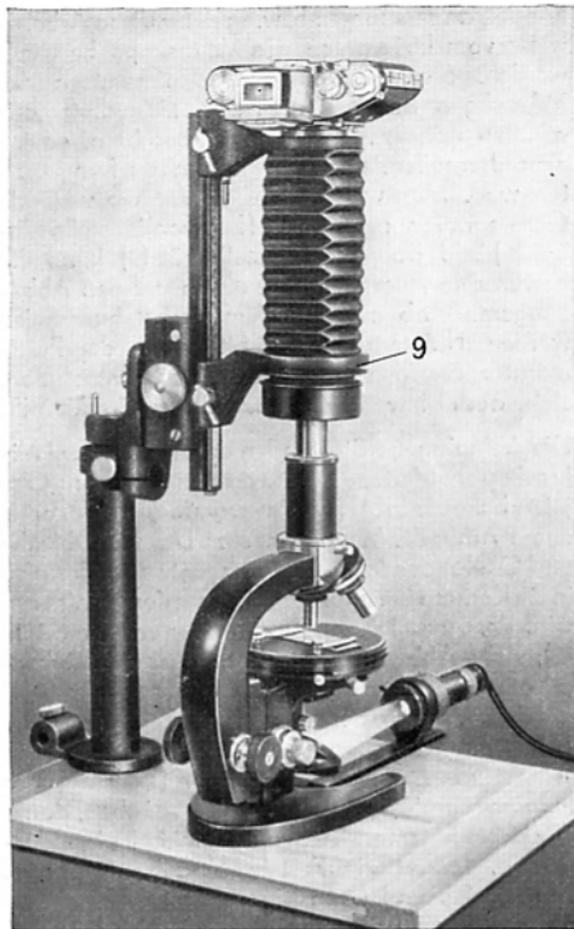
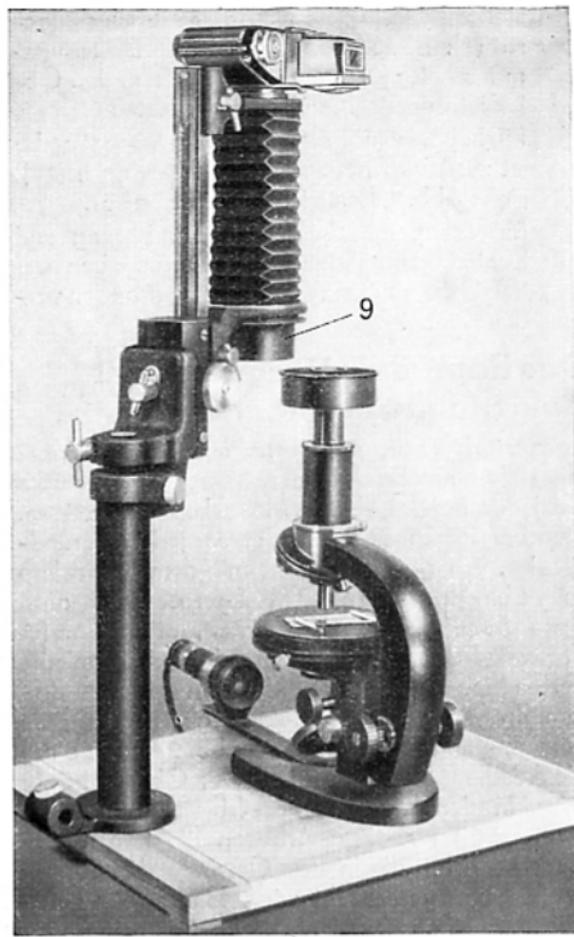

Abb. 27
Abb. 28
Die Aufnahmegeräte werden derart über dem Mikroskop zentriert, daß die in diesem Falle ohne Objektiv benützte EXAKTA Varex genau über der optischen Achse des Mikroskops sitzt. Das von Objektiv und Okular des Mikroskops erzeugte Bild wird also in die Kamera hineinprojiziert. Nach dem Zentrieren wird der Anschlagring (2/2) an der unteren Säule (2), siehe Abb. 1, so befestigt, daß der Haltekopf (5) am Schraubenknopf des Anschlagringes (2/2) anschlägt, siehe Abb. 27. Soll die photographische Arbeit am Mikroskop unterbrochen werden, dann schiebt man den Objektivträger (7/2) auf der Führungsschiene (6/3), ein Stück nach oben, damit die Lichtschutzmanschetten nicht mehr ineinandergreifen, lockert die Feststellschraube (5/3) des Haltekopfes und kann die gesamte Aufnahmeapparatur zur Seite schwenken, wie Abb. 28 zeigt.